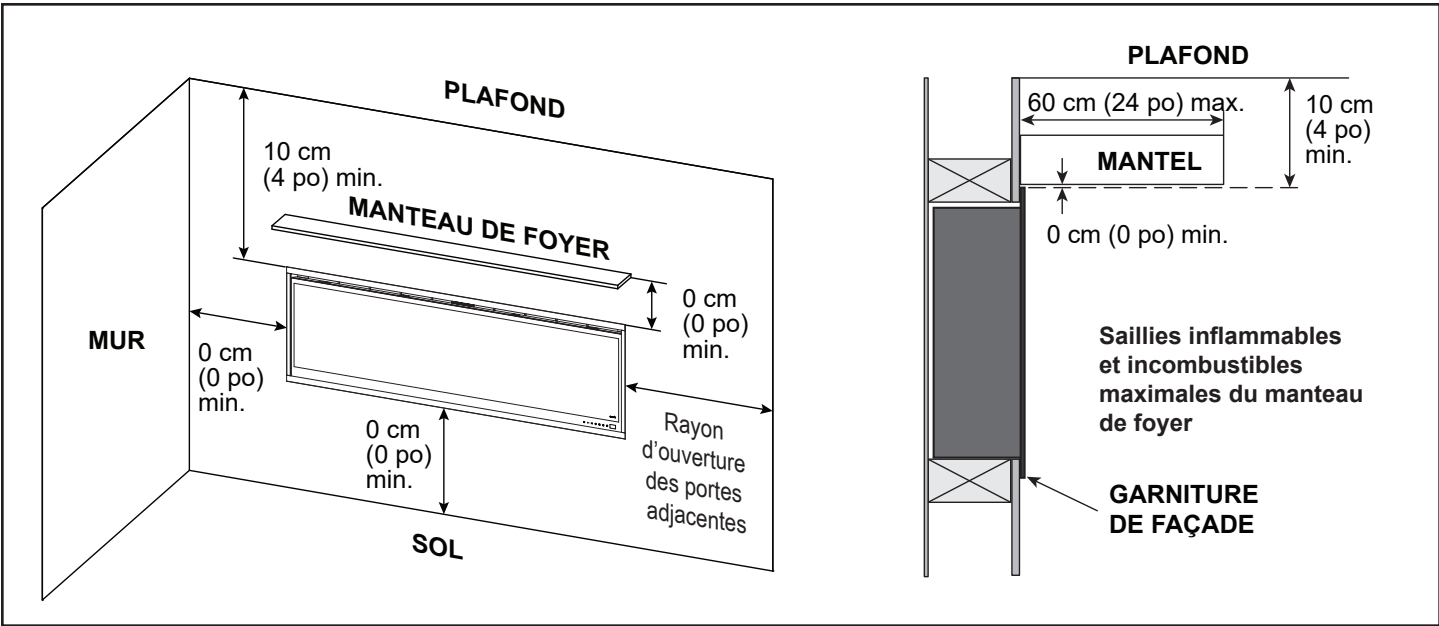

Figure 3.2 Emplacement et exigences des dégagements
- Voir les figures 3.2 et 3.3 pour déterminer l'emplacement d'installation de l'appareil.
Voir la figure 3.2 pour les schémas illustrant les dégagements minimaux requis.